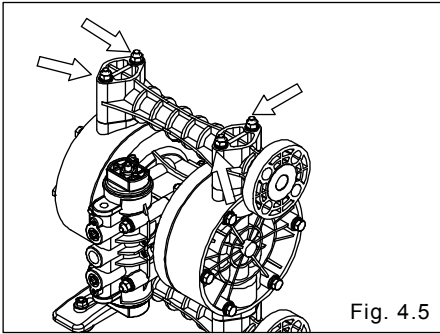

Fig. 4.5
Vea [9. Vista despiezada] en la pág. 15 y siguientes. (Las Fig. 4.5, 4.6, 4.7 y 4.8 muestran NDP-20 BS_ [Tipo de collarín]).
- Retire las 4 tuercas retenedoras del lado superior de los tirantes y quite el colector de salida. [Fig. 4.5]